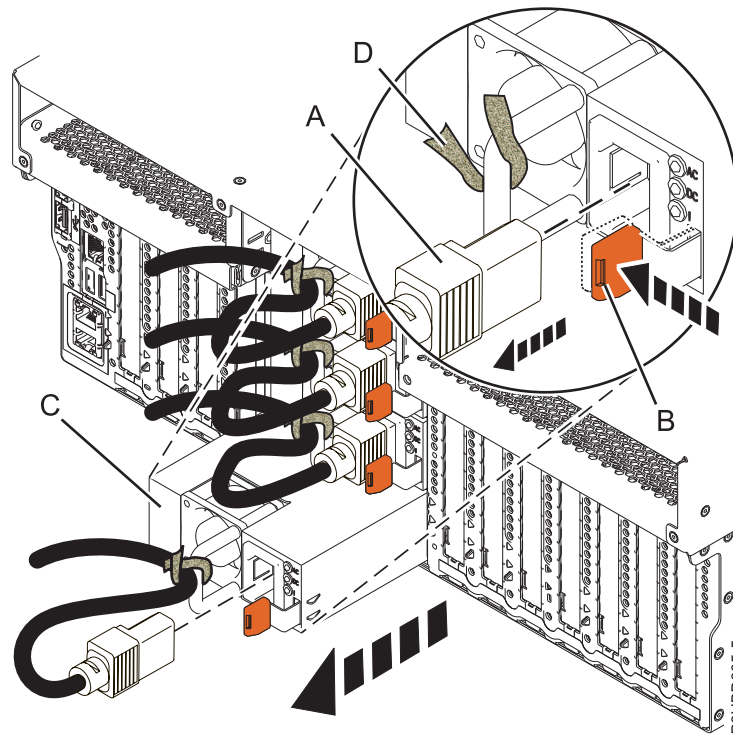
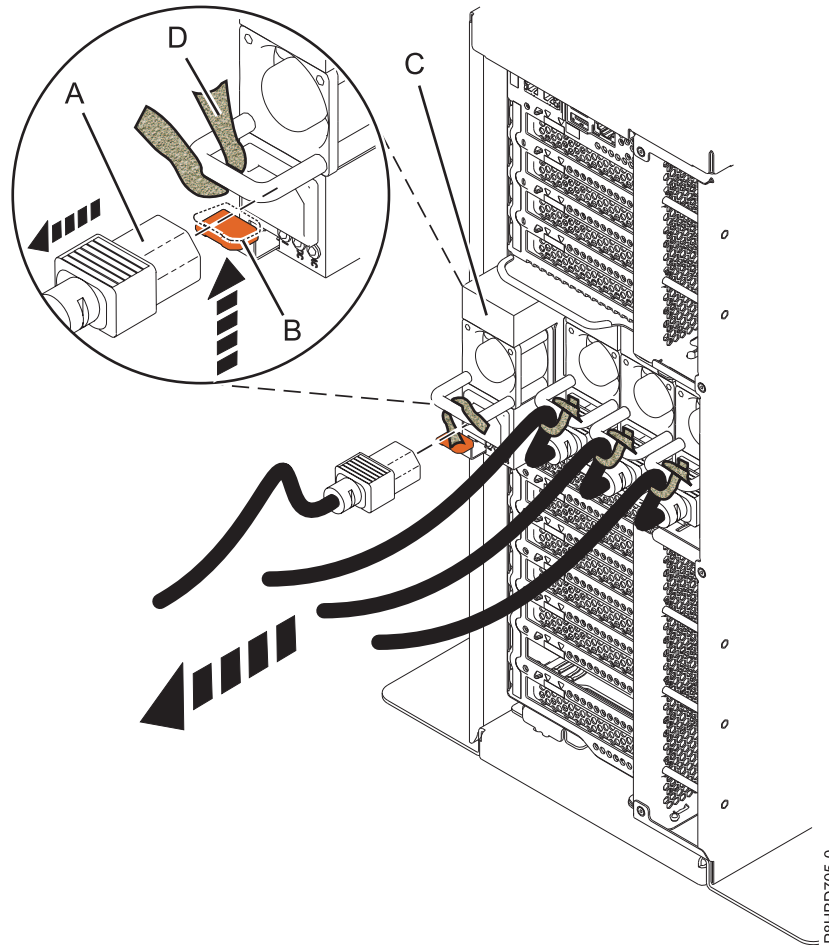

Abbildung 7. Ausbau eines Netzteils aus einem Einschubsystem
Abbildung 8. Ausbau eines Netzteils aus einem eigenständigen System
3. Kennzeichnen Sie das Netzkabel und trennen Sie es von dem Netzteil, indem Sie das Ende des Netzkabels (A) in der Richtung aus dem Netzteil ziehen, wie in Abb. 7 auf Seite 9 für ein Einschubsystem und Abb. 8 auf Seite 10 für ein eigenständiges System.
4. Um das Netzteil aus seiner Position im System zu entnehmen, drücken Sie die terrakottafarbene Sperrzunge **(B)** in die Richtung von Abb. 7 für ein Einschubsystem und Abb. 8 auf Seite 10 für ein eigenständiges System.
6. Ziehen Sie das Netzteil **(C)** vom System weg, wie in Abb. 7 für ein Einschubsystem und Abb. 8 auf Seite 10 für ein eigenständiges System.